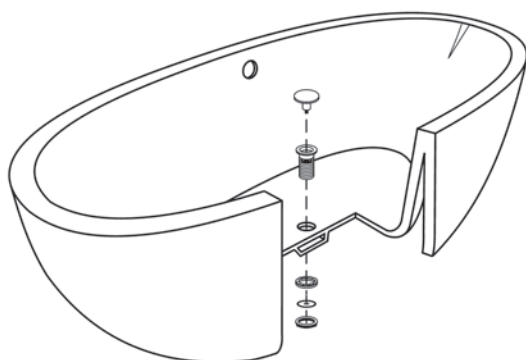

figure 10
9. Attacher l'écrou de corps de drain sur le corps de drain et serrer jusqu'à ce que l'écrou et la rondelle aient créé un joint avec le fond de la baignoire. NE PAS TROP SERRER (figure 10).